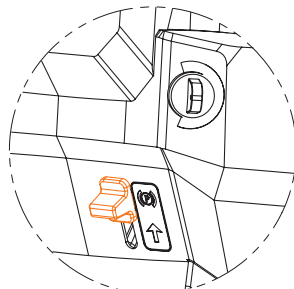

Рис. 21
- Выжмите педаль тормоза и переведите стояночный тормоз в положение «P» (Рис. 21).